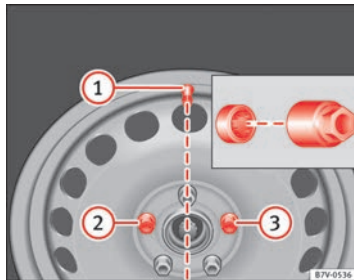

Abb. 184 Radwechsel:
Vor dem Anbringen der Radvollblende muss die Anti-Diebstahl-Radschraube an Position ⇒ Abb. 184 ② oder ③ eingeschraubt sein. Die Radvollblende kann sonst nicht montiert werden.
Die Radvollblende muss so auf die Felge gedrückt werden, dass der Ventilausschnitt über dem Reifenventil ⇒ Abb. 184 ① sitzt. Beim Anbringen der Radvollblende darauf achten, dass die Blende sicher am gesamten Umfang einrastet.
Die Anti-Diebstahl-Radschraube muss bei einem Rad mit Radvollblende an Position ⇒ Abb. 184 ② oder ③ eingeschraubt sein. Die Radvollblende kann sonst nicht montiert werden.
- Die Anti-Diebstahl-Radschraube mit dem Adapter an Position ⇒ Abb. 184 ② oder ③ im Uhrzeigersinn einschrauben und leicht festziehen.